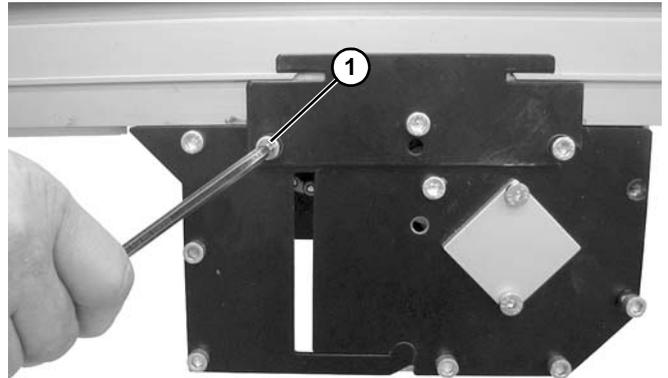

Figure 46
1. Desserrer la vis (**Figure 46, élément 1**) des deux côtés du convoyeur.